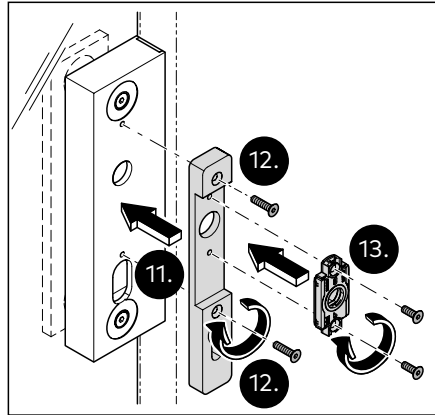

Abb. 18 Die Grundplatte an der Schlosstasche fixieren
11. Die Grundplatte auf die Schlosstasche setzen (Abb. 18).